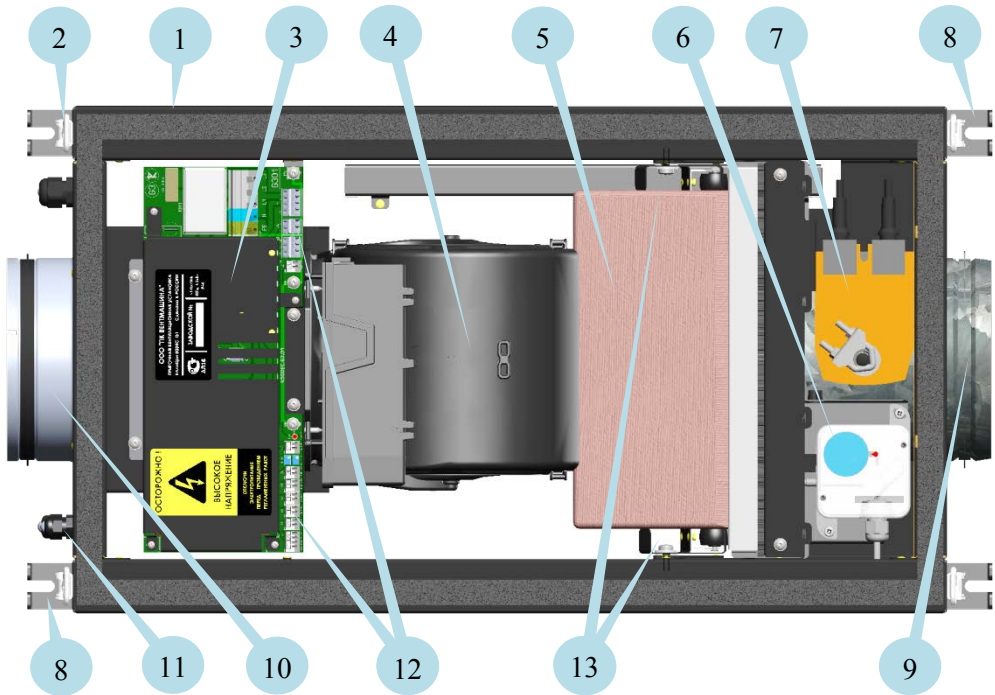

Рис. 1
Конструктивно установка (См. Рис. 1) представляет собой теплозащитный корпус (1) со съёмной с помощью 4-х замков-защелок (2) крышкой.